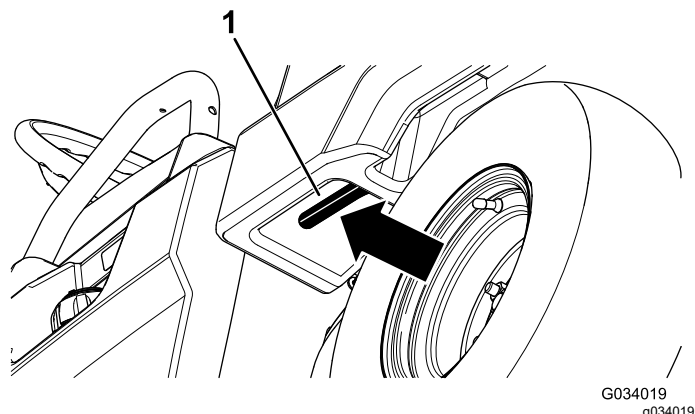

Figure 11
1. Tirez vers vous le levier situé à gauche et à l'intérieur du plateau de chargement et élevez le plateau (Figure 11).
1. Levez légèrement le plateau en soulevant le levier de verrouillage (Figure 11).